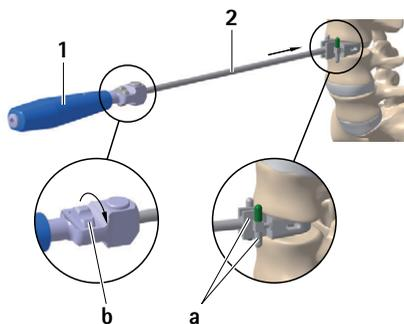

Fig. 1
- ▶ Montare la guida dello scalpello 2 all'altezza di impianto e angolazione desiderata sull'impugnatura 1, vedere Fig. 1.
- ▶ Ruotare la rotellina **b** in senso orario e impostare l'arresto di sicurezza **a** sulla lunghezza più breve dello scalpello, vedere Fig. 1.
- ▶ Introdurre la guida per lo scalpello **2** in posizione centrale nello spazio discale e mediante controllo radiologico impostare l'arresto di sicurezza **a** alla profondità di scalpellatura desiderata, vedere Fig. 1.